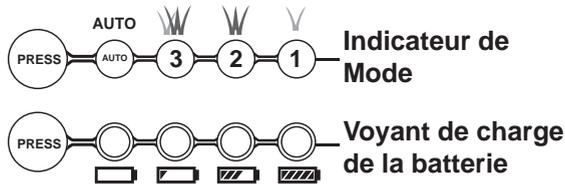

Fig.7
- > Le panneau de contrôle [4] sur la barre de poignée supérieure peut être utilisé pour ajuster la puissance du moteur et indique le statut de la batterie (Fig.7).